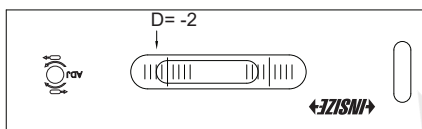

Fig.9
d) Après que la bulle cesse de bouger, lisez D sur l'échelle (Fig.9).